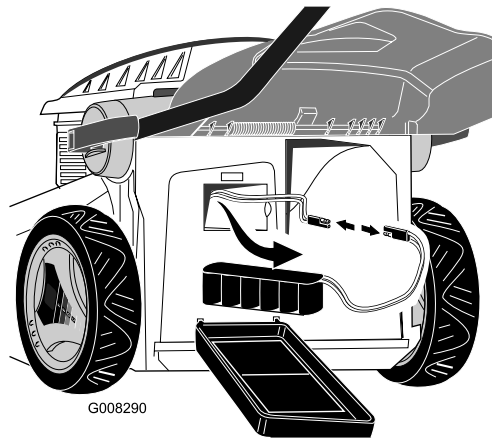

Bild 24
2. Nehmen Sie die Batterie aus dem Fach, schließen Sie die Batteriekabel vom Rasenmäherkabel ab (Bild 24).